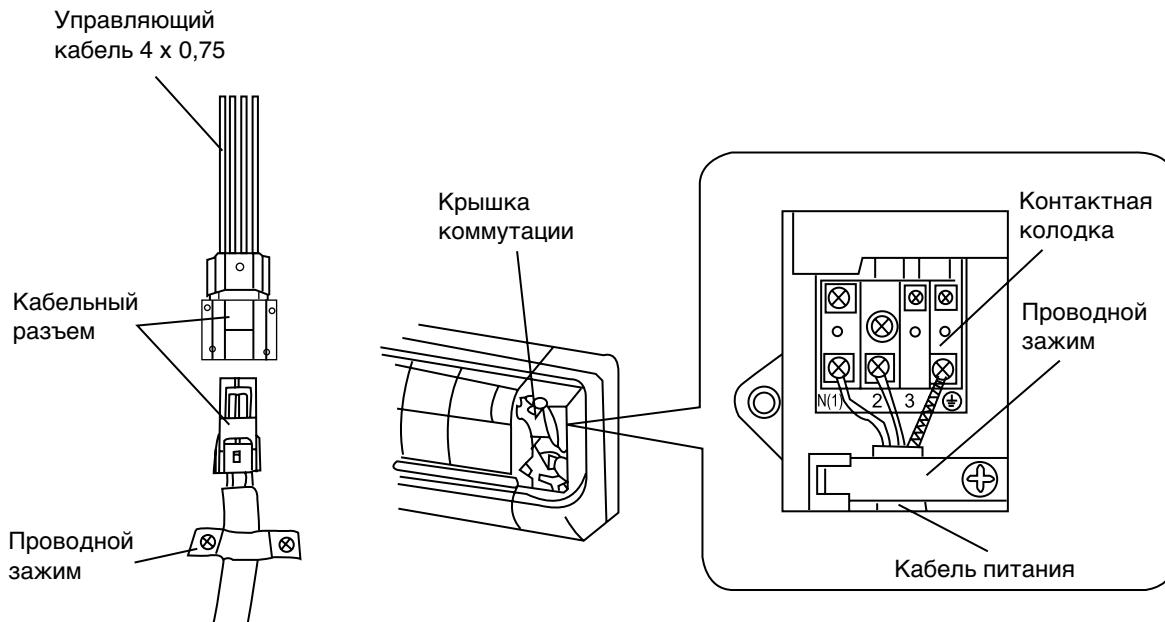

Рис. 4
2. Снимите крышку коммутации (рис. 4).
4. Подключите синий провод кабеля питания к клемме "N(1)", коричневый – к клемме "2", красный – к клемме "3" и желто-зеленый (провод заземления) – к клемме  $\ominus$ , как показано на рис. 4.